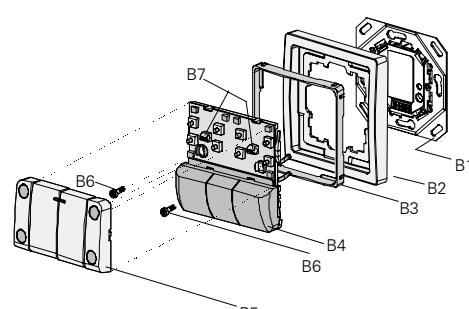

Bild 4: Montagereihenfolge
- Stecken Sie das Tastermodul (B4/B5) gemeinsam mit den Rahmen (B2/B3) auf den Busankoppler (B1) und drücken es fest zusammen, Bild 4.